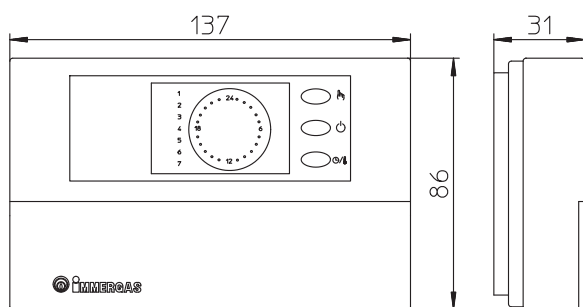

Fig. 1-4 Rys. 1-4 Obr. 1-4 slika. 1-4 ábra. 1-4 Илл. 1-4
- Termostat chronometryczny cyfrowy On/Off (Rys. 1-4). Termostat chronometryczny umożliwia: